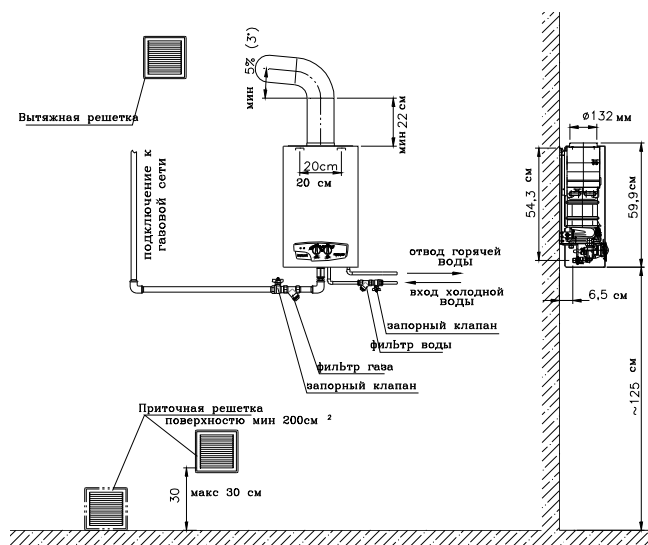

Рис. 3.1.3.1 Схема трубопроводов воды, газа и продуктов сгорания
Схема установки водяной, газовой и системы отводящей продукты сгорания указана на рис. 3.1.3.1.
Дымоход должен выходить из водонагревателя вертикально (мин 220 мм) до первого колена. Горизонтальный участок дымохода не может быть длиннее 2-х метров, и должен быть установлен с уклоном минимум 5% (ок. 3°) в сторону водонагревателя (рис. 3.1.3.1). Длина дымохода от оси входа трубы, отводящей продукты сгорания до выпускаемой кромки под крышей должна быть не меньше 2 м. Внутренняя поверхность дымохода должна быть устойчивая к деструктивным воздействиям продуктов сгорания,
- Подключение водонагревателя к дымоходу необходимо согласовать с соответствующими организациями и должно соответствовать требованиям, указанным на рис. 3.1.3.1.